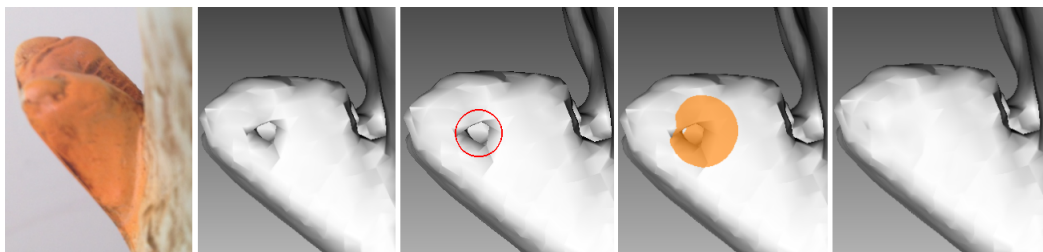

Рис. 8.34: Кисть удаления деталей в действии
5. Удерживая нажатой клавишу `Ctrl`, настройте размер пятна (см. 4 иллюстрацию на Рис. 8.34) или диаметр круга (см. 3 иллюстрацию на Рис. 8.34) с помощью Колеса прокрутки или клавиш `[и]`. Размеры пятна/круга должны соответствовать размеру удаляемого элемента.